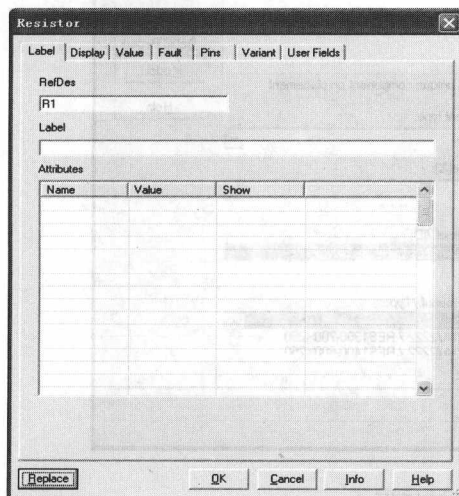

图 1-6 Label 选项卡
(1) **Label** 选项卡。如图 1-6 所示, 用于设置元件的编号 (RefDes) 和标号 (Label)。编号即元件的序号, 是元件唯一的识别码, 由程序自动生成, 不重复, 必须设置 (除个别不需要设置编号的元件外)。标号是用户赋予元件的标记, 可以不设置。